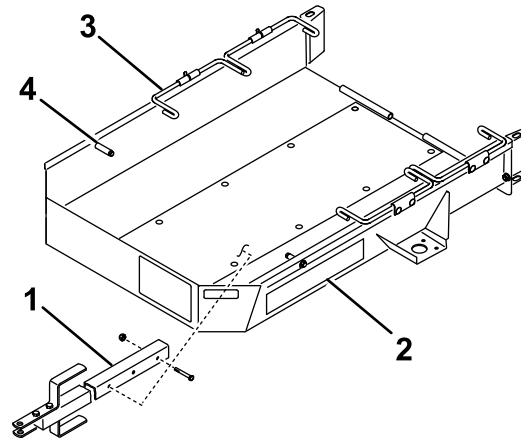

Figura 1
- Monte o conjunto do garfo no suporte de montagem na parte inferior da plataforma de reboque com dois parafusos ( $\frac{3}{8}$  pol. x  $2\frac{3}{4}$  pol.) e duas porcas de bloqueio (**Figura 1**).
4. Mova o acelerador até à posição mais lenta e **lentamente** conduza a máquina para o reboque até que as rodas de transporte entrem em contacto com os batentes do reboque (Figura 1).
- Incline o primeiro conjunto das barras da roda para baixo para trás das rodas de transporte (Figura 1).